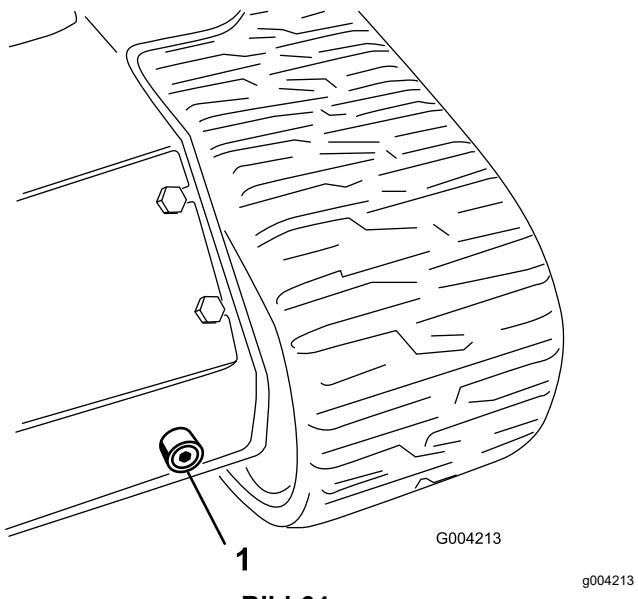

Bild 64
6. Stellen Sie eine große Auffangwanne (Fassungsvermögen von 57 l) unter die Ablassschraube vorne an der Maschine (Bild 64).
7. Entfernen Sie die Ablassschraube und lassen das Öl in die Auffangwanne abfließen (Bild 64).